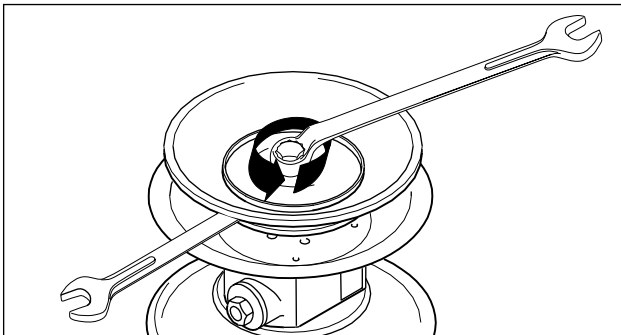
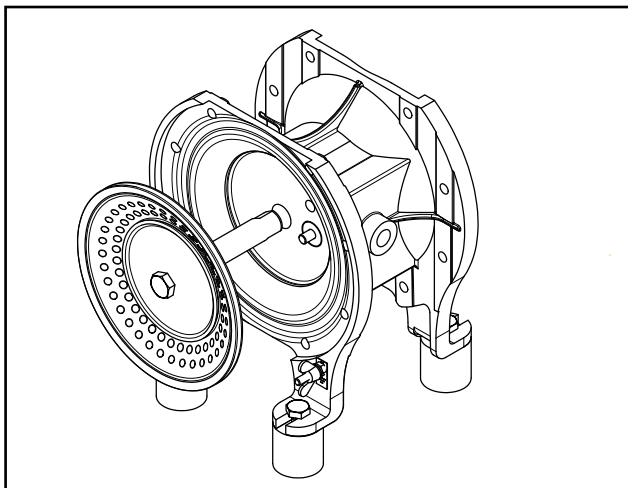

Рис. 10: Ослабление диафрагменной тарелки. (Не требуется в случае диафрагмы porpedE4®.)
Рис. 21: Вынимание мембраны с поршневым штоком
- Ослабьте стяжные хомуты (при необходимости, смажьте, чтобы избежать фиксирования гаек и болтов из высококачественной стали) (рис. 10). В случае высококачественной стали, отполированных вариантов (DL, DH), откройте резьбовое молочное соединение.
- Ослабить внешнюю мембранную тарелку и снять с мембраной (рис.10 и рис. 21)
- Ослабить мембраны (см. рис. 10 и 21)
- Демонтаж насосных камер, патрубков и диафрагм на практике может проводиться при установленном вертикально насосе в раме (в отличие от рис. 10)
См. также 5.3.2.3. В отличие от рис. 21 сначала отвинтить диафрагменную тарелку. Вынуть отдельно поршневой шток из блока управления.